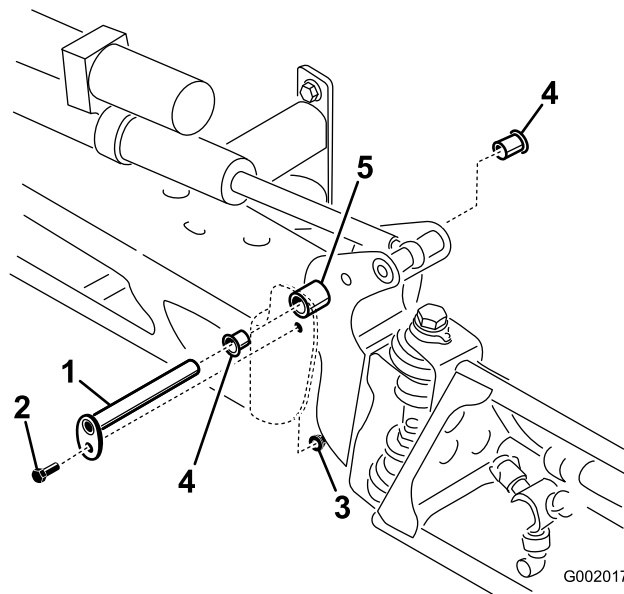

Figura 70
3. Quando il peso della barra è supportato, togliete il bullone e il dado che fissano il perno di articolazione nel gruppo barra (Figura 70). Togliete il perno di articolazione.
5. Togliete le boccole di nylon dal lato frontale e posteriore della staffa orientabile e controllatele (Figura 70). Sostituite le boccole avariate.
7. Montate la barra e la staffa orientabile nel telaio centrale, allineando i fori (Figura 70).